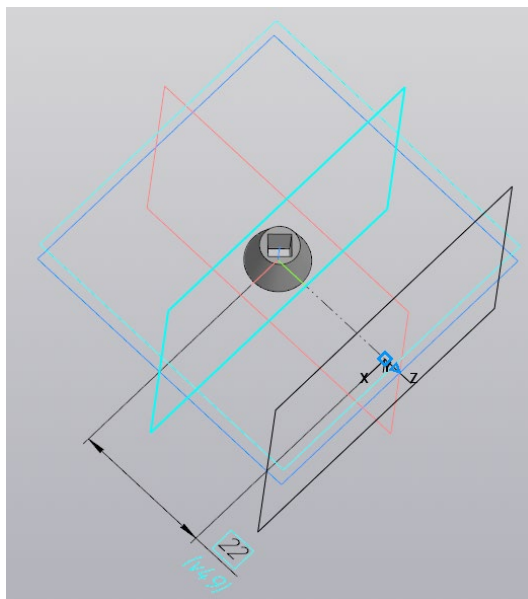

Рисунок 55 – Создание второй смещенной плоскости
9.8 Параллельно плоскости ZX создайте вторую смещенную плоскость на расстоянии 22 мм (рис. 55).